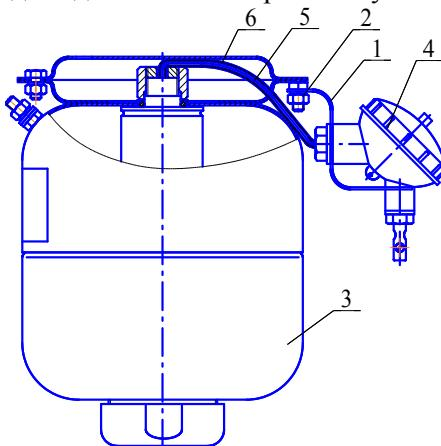
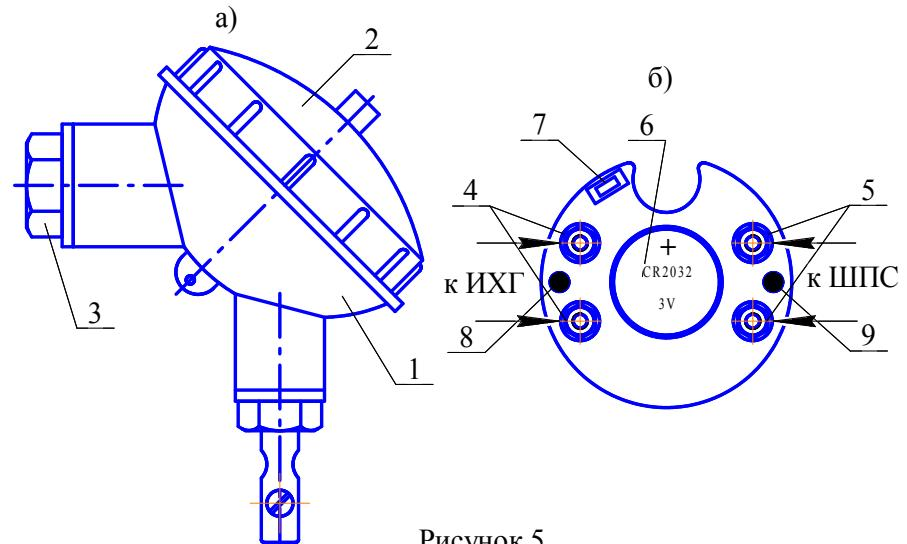

Рисунок 3
Рисунок 5
4.3.1.1 На кронштейне **1**, закрепленным гайкой **2** на корпусе МПП **3** (см. рисунок 3), установлен электронный узел запуска (устройство пусковое температурное) **4**. Вывода **5** элемента электропускового ИХГ, вставленные в трубку ПВХ **6**, через гермовод соединены с электронным узлом запуска **4**.
6.4.2 Гайкой 2 (см. рисунок 3) закрепить на корпусе МПП кронштейн 1.
6.4.3 С корпуса 1 электронного узла запуска (см. рисунок 5) открутить крышку 2 и винт 3. Через отверстия винта 3, кронштейна 1 (см. рисунок 3) в гермоввод электронного узла запуска ввести провода элемента электропускового ИХГ и при необходимости ШПС. Винтом 3 согласно рисунку 3 закрепить на кронштейне электронный узел запуска.